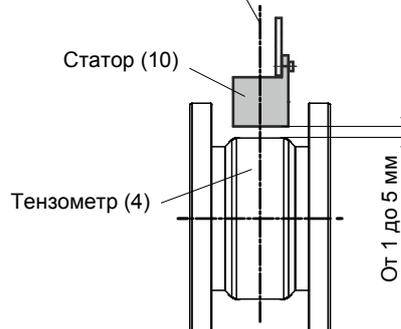

Рис. 9
Статор (10) подводится со всех сторон и его нужно центровать исключительно по его осевому и радиальному положению относительно тензомера (4). Осевое положение является центральным для тензомера (4); радиальное расстояние может составлять от 1 до 5 мм (Рис. 9).